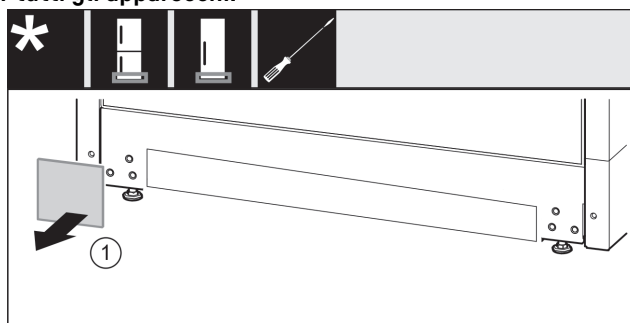

Fig. 14
- Rimuovere la copertura Fig. 14 (1).